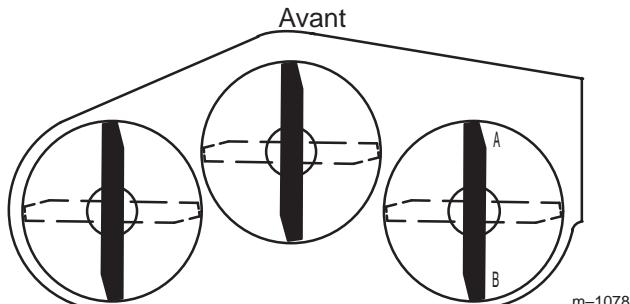
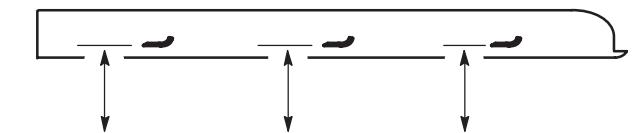

Figure 70
Figure 71
1. Tournez la lame droite à 180° (Fig. 70).
2. Mesurez la distance au point A (Fig. 70) entre la surface plane et le tranchant de la pointe de la lame droite (Fig. 71).
4. Mesurez la distance au point B (Fig. 70) entre la surface plane et le tranchant de la pointe de la lame droite (Fig. 71).
6. La lame doit être **plus basse de 6 à 10 mm (1/4 à 3/8 pouce) au point A qu'au point B** (Fig. 70). Si ce n'est pas le cas, passez aux étapes suivantes.